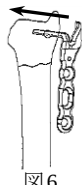

図6
- 6) 尺骨の開口部に選択したコンディラープレートと、尺骨軸とのアライメントを確保しながらフックを手動的に挿入し、プレートを骨面に密着させて設置します。(図6)